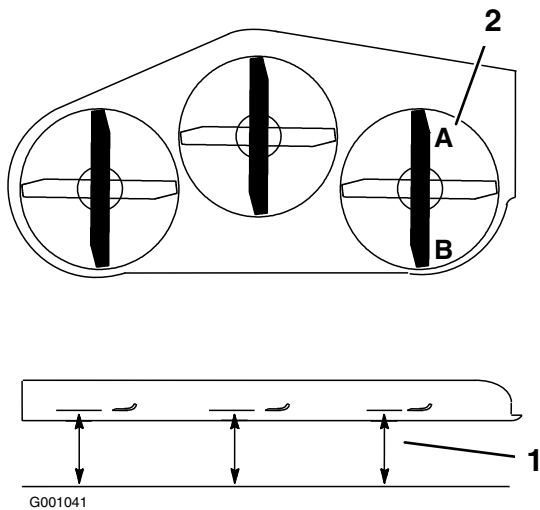
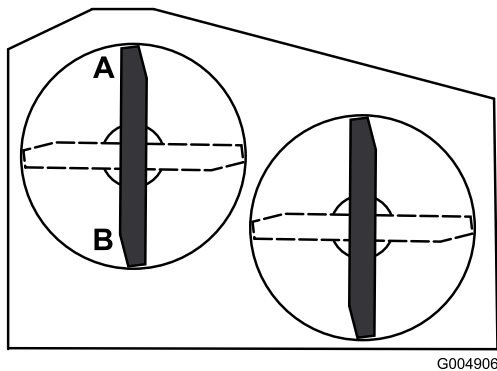

Figure 68
Figure 69
- Tournez une lame dans le sens longitudinal. Mesurez la distance aux points **A** et **B** entre une surface plane et le bord coupant des pointes des lames (Figure 68 ou Figure 69). Pour les plateaux de coupe de 36 pouces, reportez-vous à la Figure 69.
4. Tournez les lames dans le sens longitudinal. Mesurez la distance aux points **C** et **D** (Figure 68) entre une surface plane et le bord coupant des lames.